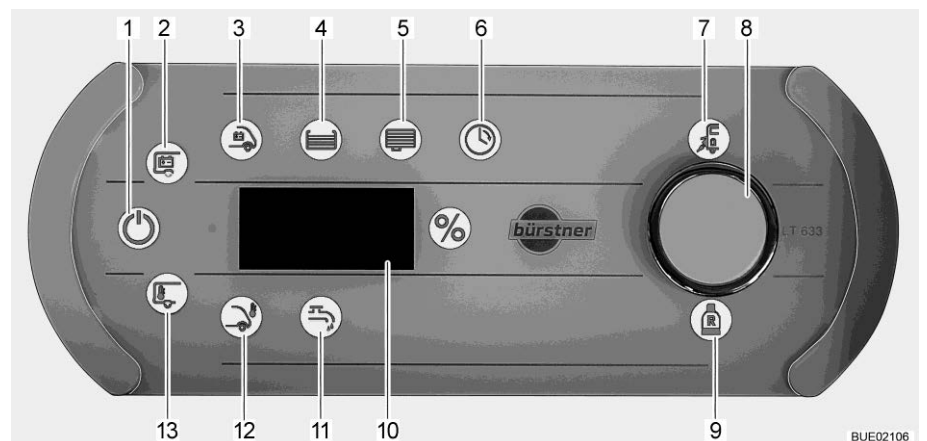

Fig. 189 Panneau de contrôle LT 633
Le symbole du contrôle du réseau (Fig. 189,7) s'allume quand le véhicule est alimenté en tension réseau de 230 V. Les batteries sont chargées.
- Appuyer brièvement sur le bouton rotatif (Fig. 189,8). Le symbole 12 V marche (Fig. 189,1) s'allume. L'alimentation en tension est coupée quand les symboles 12 V marche et batterie de cellule (Fig. 189,2) clignotent trois fois.
- Appuyer sur le bouton rotatif (Fig. 189,8) et le maintenir enfoncé pendant 5 secondes environ. Le symbole de la batterie de cellule (Fig. 189,2) et "On" est visualisé à l'affichage (Fig. 189,10).
- Lâcher le bouton rotatif. Le symbole 12 V marche (Fig. 189,1) s'allume. L'alimentation en tension est active.
- Tourner le bouton rotatif jusqu'à ce que le symbole de la pompe à eau (Fig. 189,11) s'allume. À l'affichage est indiqué l'état actuel de commutation ("ON" ou "OFF").
Quand la pompe à eau est en marche, son symbole est allumé (Fig. 189,11).
- Tourner le bouton rotatif jusqu'à ce que le symbole de la batterie de cellule (Fig. 189,2) s'allume. La tension de la batterie de cellule est indiquée à l'affichage pendant environ 20 secondes (par ex. "13,8U" pour 13,8 Volt).
- Tourner le bouton rotatif jusqu'à ce que le symbole de la batterie de démarrage (Fig. 189,3) s'allume. La tension de la batterie de démarrage est indiquée à l'affichage pendant environ 20 secondes.
- Tourner le bouton rotatif jusqu'à ce que le symbole du réservoir d'eau (Fig. 189,4) s'allume. Le symbole "%" s'allume. Le niveau du réservoir d'eau est indiqué à l'affichage pendant environ 20 secondes.
- Tourner le bouton rotatif jusqu'à ce que le symbole du réservoir d'eaux usées (Fig. 189,5) s'allume. Le symbole "%" s'allume. Le niveau du réservoir d'eaux usées est indiqué à l'affichage pendant environ 20 secondes.
- Réserve de gaz** Le symbole de la bouteille de gaz de réserve (Fig. 189,9) s'allume quand cette dernière est utilisée.
- Tourner le bouton rotatif jusqu'à ce que le symbole de la température intérieure (Fig. 189,13) ou extérieure (Fig. 189,12) s'allume. La température sélectionnée est indiquée à l'affichage.
- Tourner le bouton rotatif jusqu'à ce que le symbole de l'horloge (Fig. 189,6) s'allume.